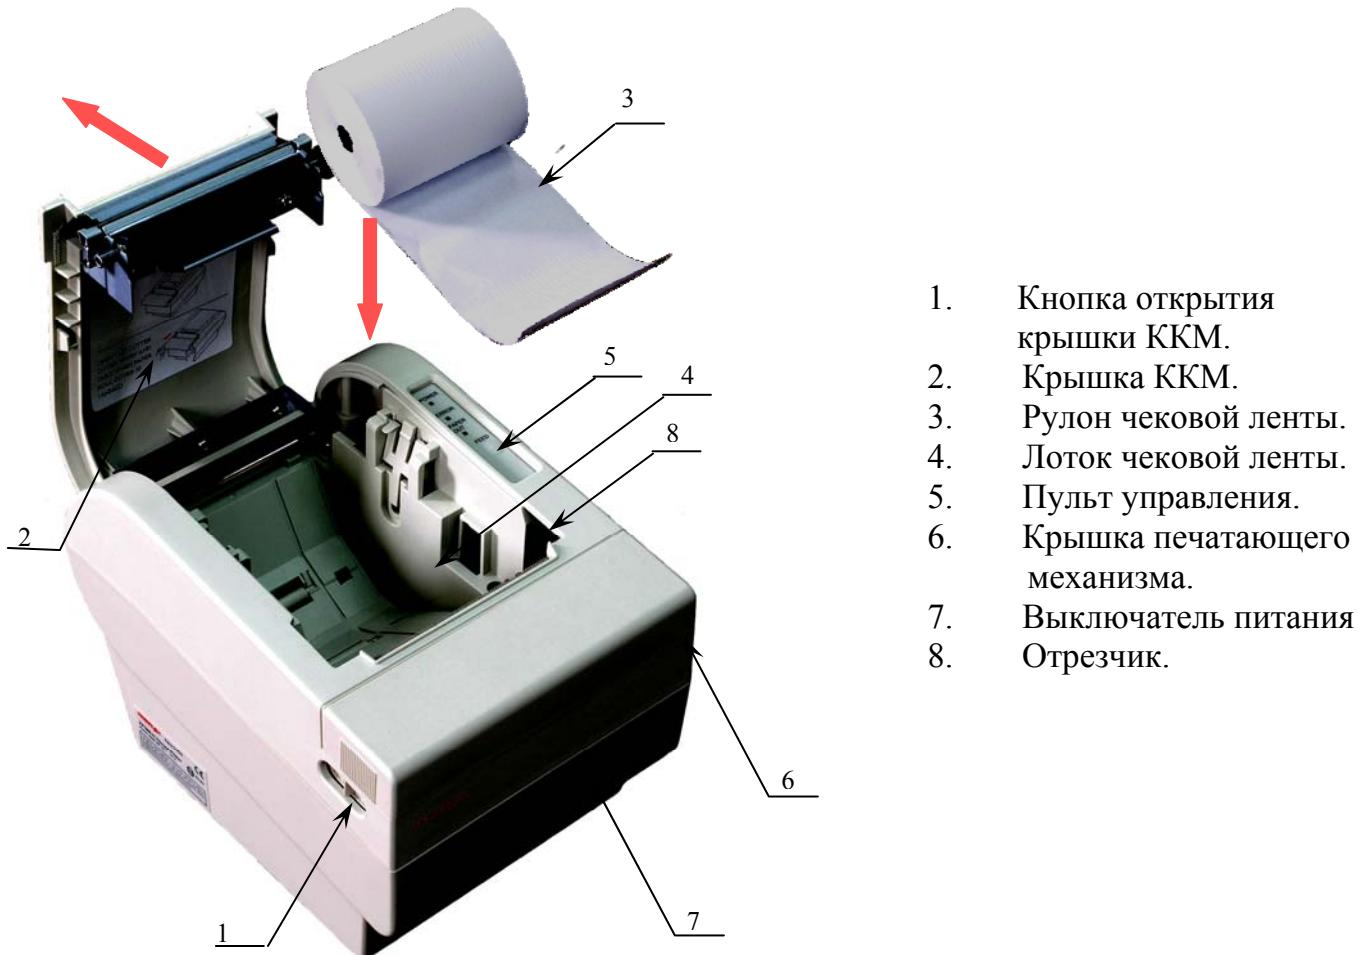

Рисунок 6.
1. Отодвиньте кнопку (рисунок 6, позиция 1) для того, чтобы открыть крышку (рисунок 6, позиция 2).
3. Установите рулон бумаги (рисунок 6, позиция 3).